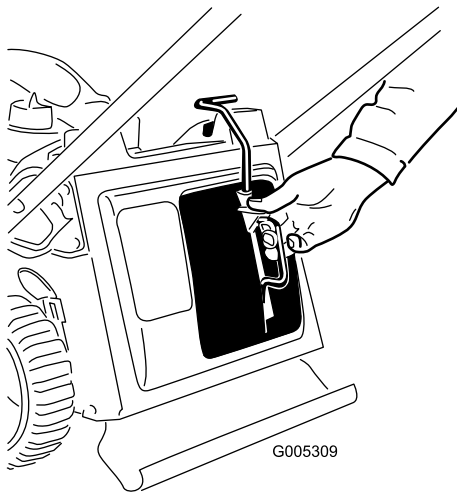

Figure 33
3. Insérez l'obturateur de déchetage (Figure 33).